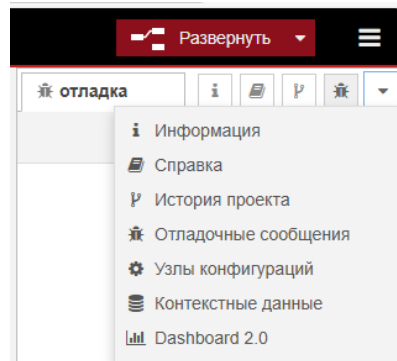

Рис. 2.13. Боковая панель
4. Боковая панель – предоставляет дополнительные контекстно-зависимые параметры и информацию в зависимости от выбранного узла или рабочей области. Инструменты, доступные на боковой панели, называются панелями (см. рис. 2.13).